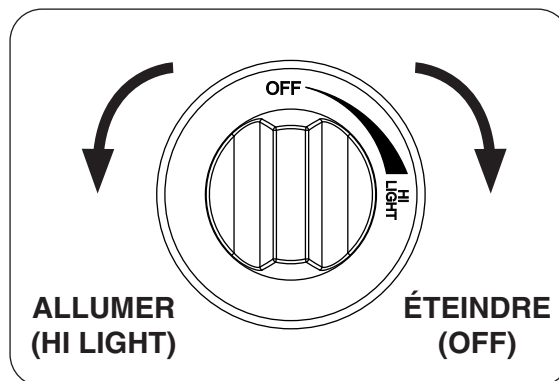

Fig. 52-2
4. **Une fois que le match est en feu et en position**, appuyer sur le bouton de contrôle du gaz et tournez dans le sens antihoraire à la position de **HI LIGHT (allumer)** (voir Fig. 52-2). Votre brûleur devrait s'allumer.
**AVERTISSEMENT:** Si le brûleur ne se allume pas la lumière dans les cinq (5) secondes de tourner le bouton de commande, appuyez immédiatement sur le bouton de commande et tournez dans le sens horaire à la position **OFF (éteindre)**.
**Pour éteindre le brûleur à gaz**, appuyer sur le bouton de contrôle du gaz et tournez dans le sens horaire à la position **OFF (éteindre)** (voir Fig. 52-2). Assurez-vous que le bouton de commande est tourné complètement hors tension pour éviter toute fuite de gaz.